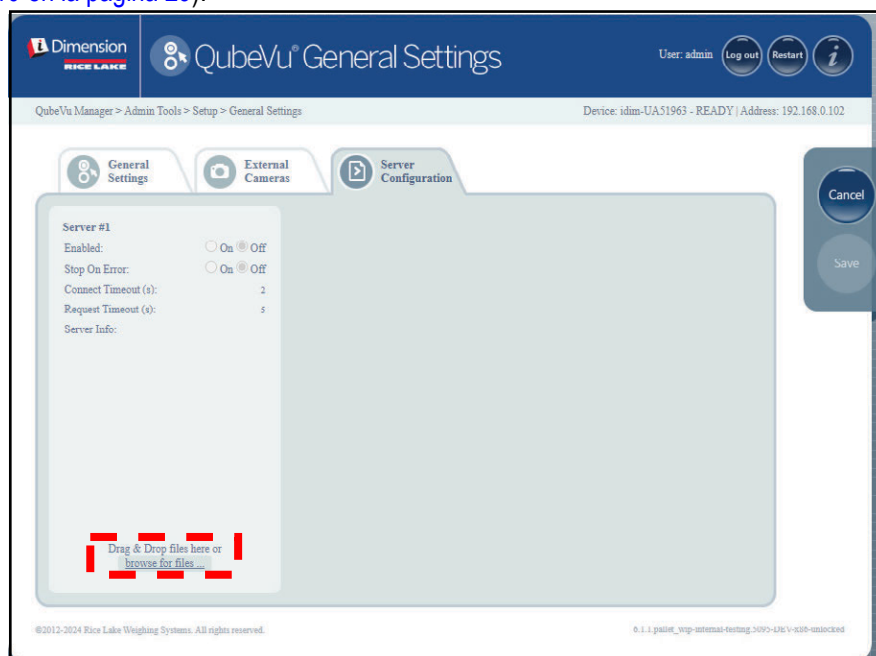

Figura 5-10. Pestaña Configuración del servidor
- Seleccione **browse for files...** (buscar archivos...) para elegir el archivo de configuración del servidor (véase la Figura 5-10 en la página 29).